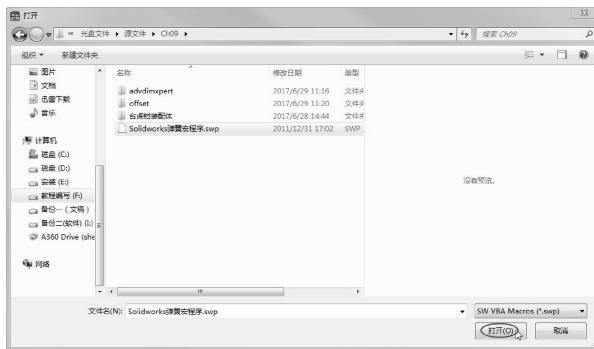

图 5-88 打开宏程序
- 03 在菜单栏中执行【工具】\【宏】\【运行】命令，然后打开本例源文件【SolidWorks 弹簧宏程序 .swp】，如图 5-88 所示。